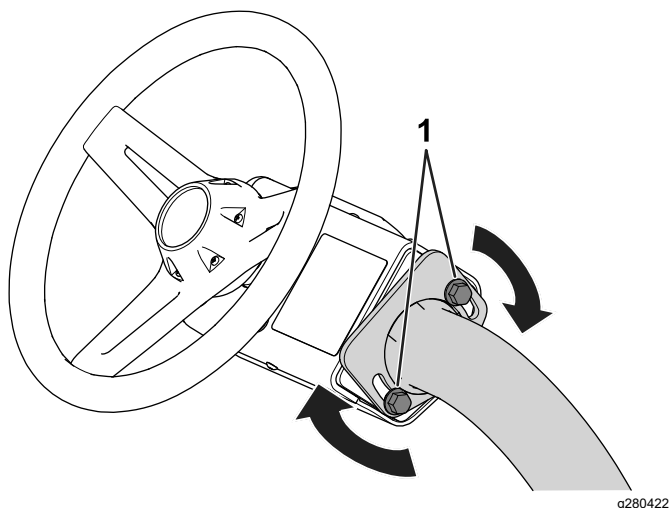

Figura 33
1. Afloje los pernos (Figura 33) que sujetan el conjunto del volante al brazo de dirección.
3. Apriete los pernos (Figura 33) para fijar el volante en la posición deseada.